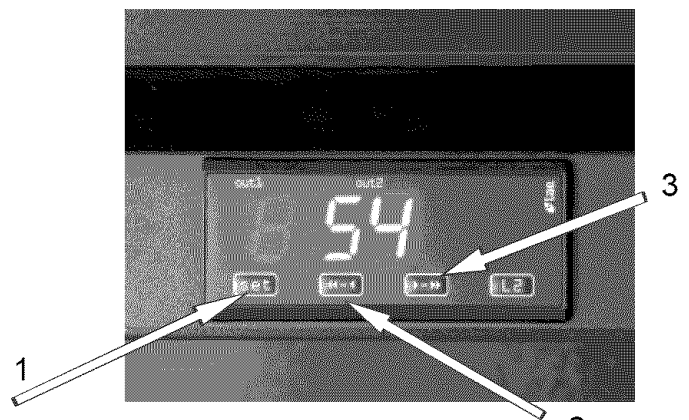

FIG 6
(voir FIG. 6)
1. Appuyez sur la touche [1] (voir FIG. 6). Le message L1 s'affiche, puis la température pré-réglée clignote après un instant.
2. Utilisez les touches [2] et [3] (voir FIG 6) pour augmenter ou réduire la température.